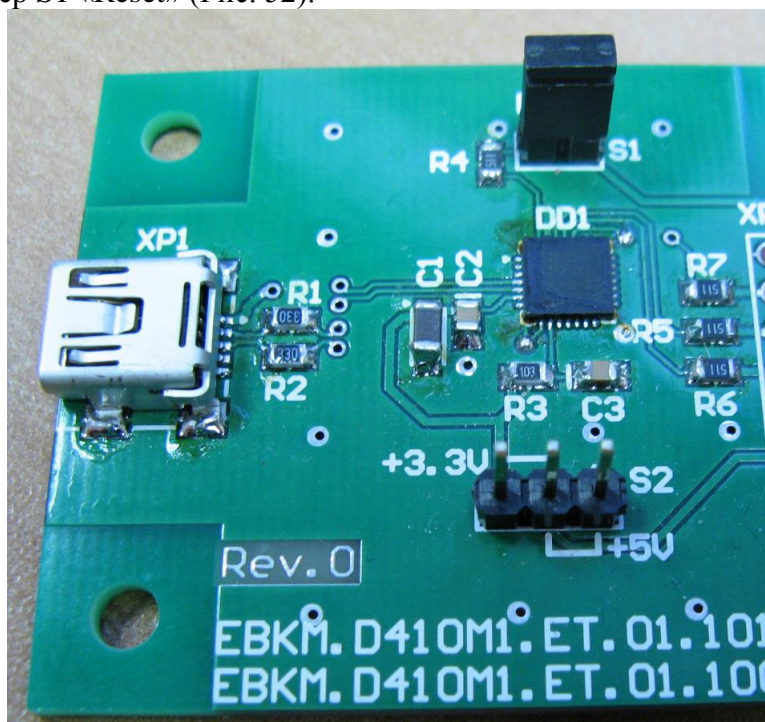

Рис. 52
- 2.1.4. Проконтролировать что на модуле A1 «Модуль ISP с кабелем» установлен джампер S1 «Reset» (Рис. 52).